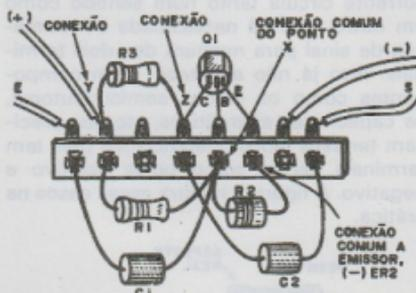

Figura 8
O "coração" deste circuito é o transistor, que no caso tem seus terminais dados da seguinte maneira: com o componente com a parte "chata" para cima, olhando-o de baixo temos da esquerda para a direita: coletor (C), base (B) e emissor (E). Na nossa montagem prática esse componente será soldado numa ponte de terminais, conforme mostra a figura 8.